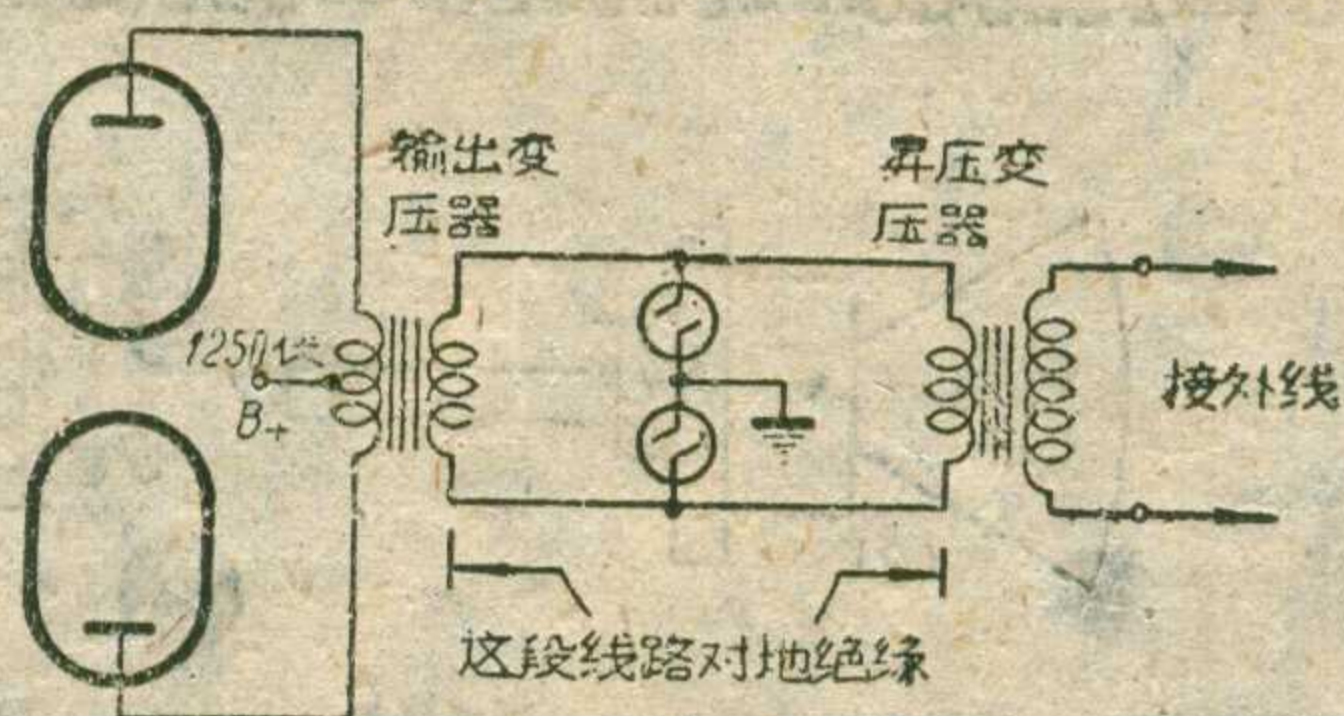
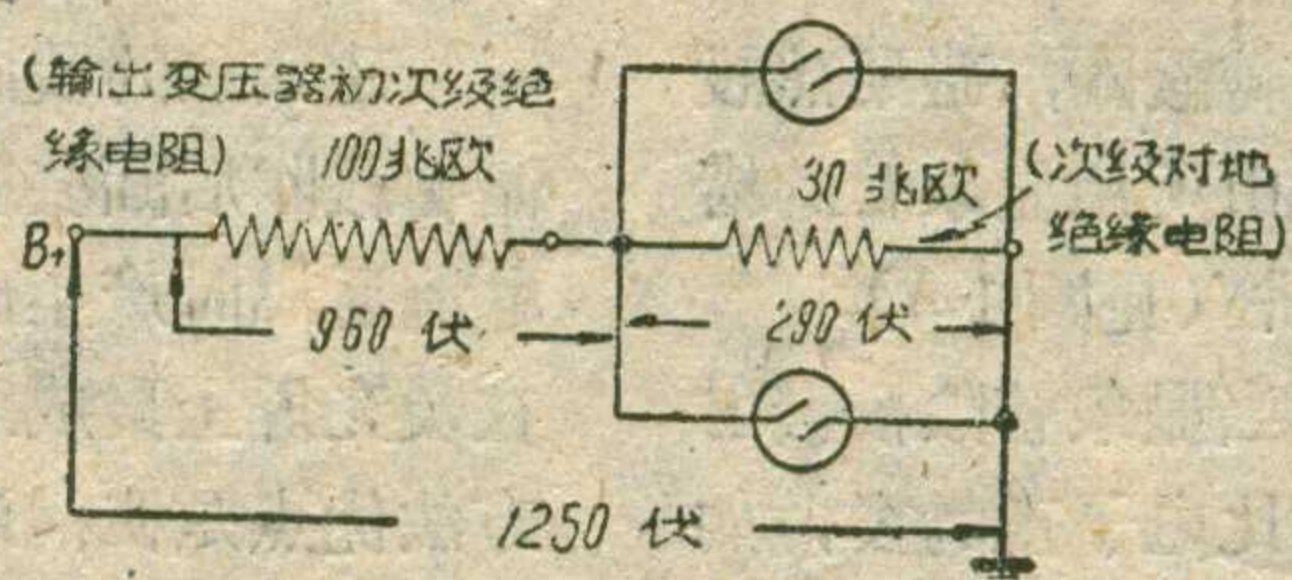

图 2
图 3
2. 结构：本管系玻璃管壳旁热式氧化物阴极束射四极管。外形如图 1，外部尺寸如图 2，电极和管脚接线如图 3。
在测量较大的电感（到50毫亨）时，要和 $L_x C$ 谐振回路并联一个辅助线圈 L （图3甲），它的大小可以用试验方法选择，但是具体的数值倒没有知道的必要。
有时候要测量的电感仅1—20微亨，那末要把线路改接如图3乙。测量方法是先把 L_x 短路然后在 L_x 接通的情形下，调整 C 找出 C_1 和 C_2 的数值，再用公式
用类似的方法，同样可以测量电容器的电容量。如果被测电容在40—450微微法的范围以内，可以用代替法（图3丙）进行。
如果要测量5000—7000微微法的电容，可照图3丁线路连接。先断开 C_x ，使 LC 和收听电台谐振，找出 C_1 ，再接入 C_x ，找出和收听电台谐
360伏或再更高，就加接一只升压变压器后再接外线，因此从输出变压器次级到升压变压器初级间的线路对地绝缘，由图2可见，假设这段线路对地绝缘电阻是30兆欧，而输出变压器初、次级间的绝缘电阻是100兆欧的话，这两种绝缘电阻所构成的分压器，使输出变压器初级1250伏高压乙电的 $\frac{30}{100+30}$ 加在次级上，次级就有将近290伏的对地电压加在避雷器两端，当然要跳火了。若次级电路对地绝缘电阻比以上所假设的高，或者输出变压器初次级间的绝缘电阻较低的话，则避雷器两端的电压还要高于290伏。图3说明构成分压电阻的情况。